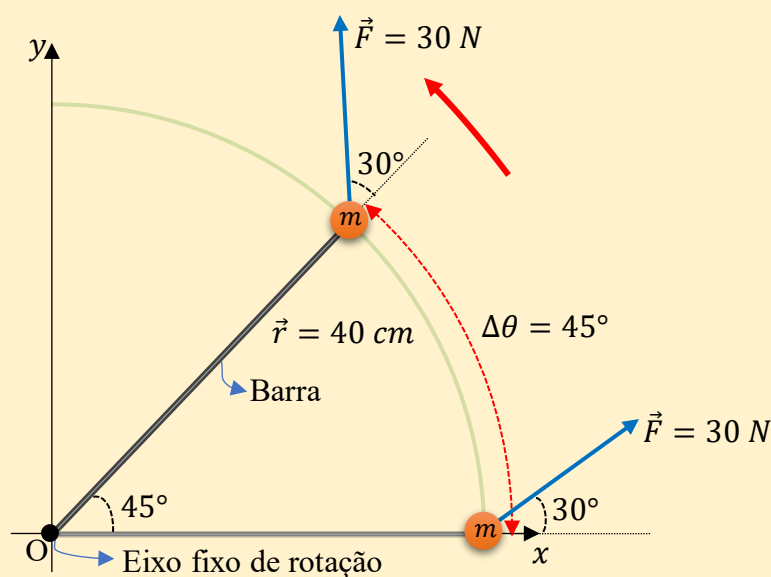

Figura 6.06: Exercício Resolvido 6.02 - Corpo rígido em rotação preso na extremidade de uma barra fina de massa desprezível.
6.02 – A **Figura 6.06** ilustra uma partícula de massa m , presa em uma barra fina de massa desprezível, distante 40 cm do seu eixo fixo de rotação. Em certo instante, a partícula encontra-se sobre o eixo positivo de x e uma força de 30 N , com inclinação de 30° sobre o eixo em que ela se encontra, começa a agir sobre ela, fazendo-a girar no sentido anti-horário. Considere que a força aplicada sobre a partícula seja constante, como também a única energia que varia no corpo seja a energia cinética de rotação, calcule o trabalho realizado para a partícula sofrer um deslocamento angular de 45° , conforme ilustra a figura a seguir.